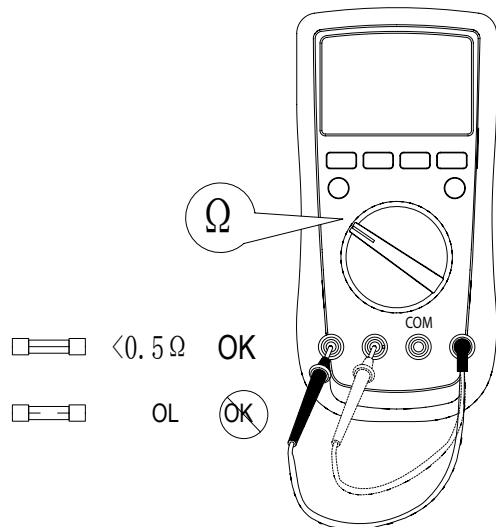

图13
- 2) 在测量电流、三极管hFE时，仪表显示毫无反应，应立即检查仪表内置相关保险丝管有无被烧断，如确认保险丝管已被烧断，应立即按原规格更换保险丝管。(详见图13)